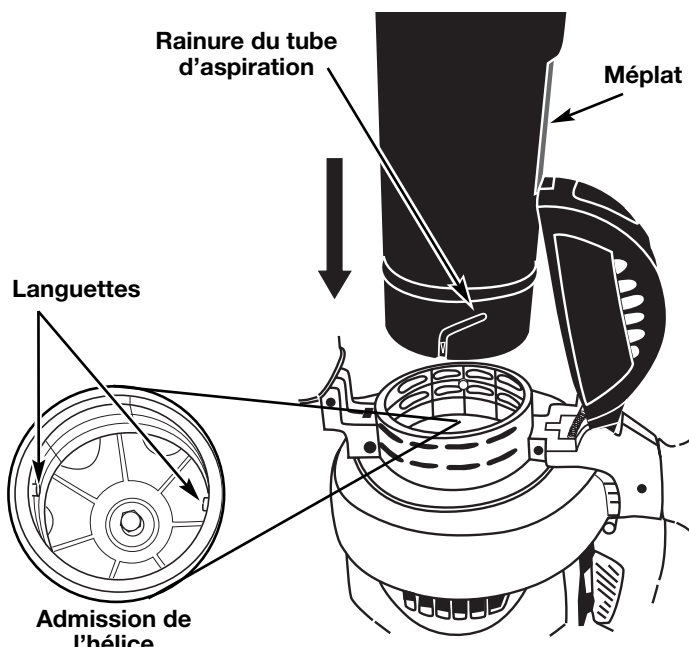

Fig. 5
5. Tandis que vous gardez la porte d'aspiration ouverte, trouvez le tube d'aspiration assemblé (assemblé dans l'étape 2). Positionnez le tube pour que la surface soit en face de la porte d'aspiration. Les rainures sur le côté du tube s'aligneront avec les petites pattes dans l'admission de l'hélice (Fig.5). De l'extérieur, alignez la petite flèche sur le tube d'aspiration avec le point sur l'admission de l'hélice.